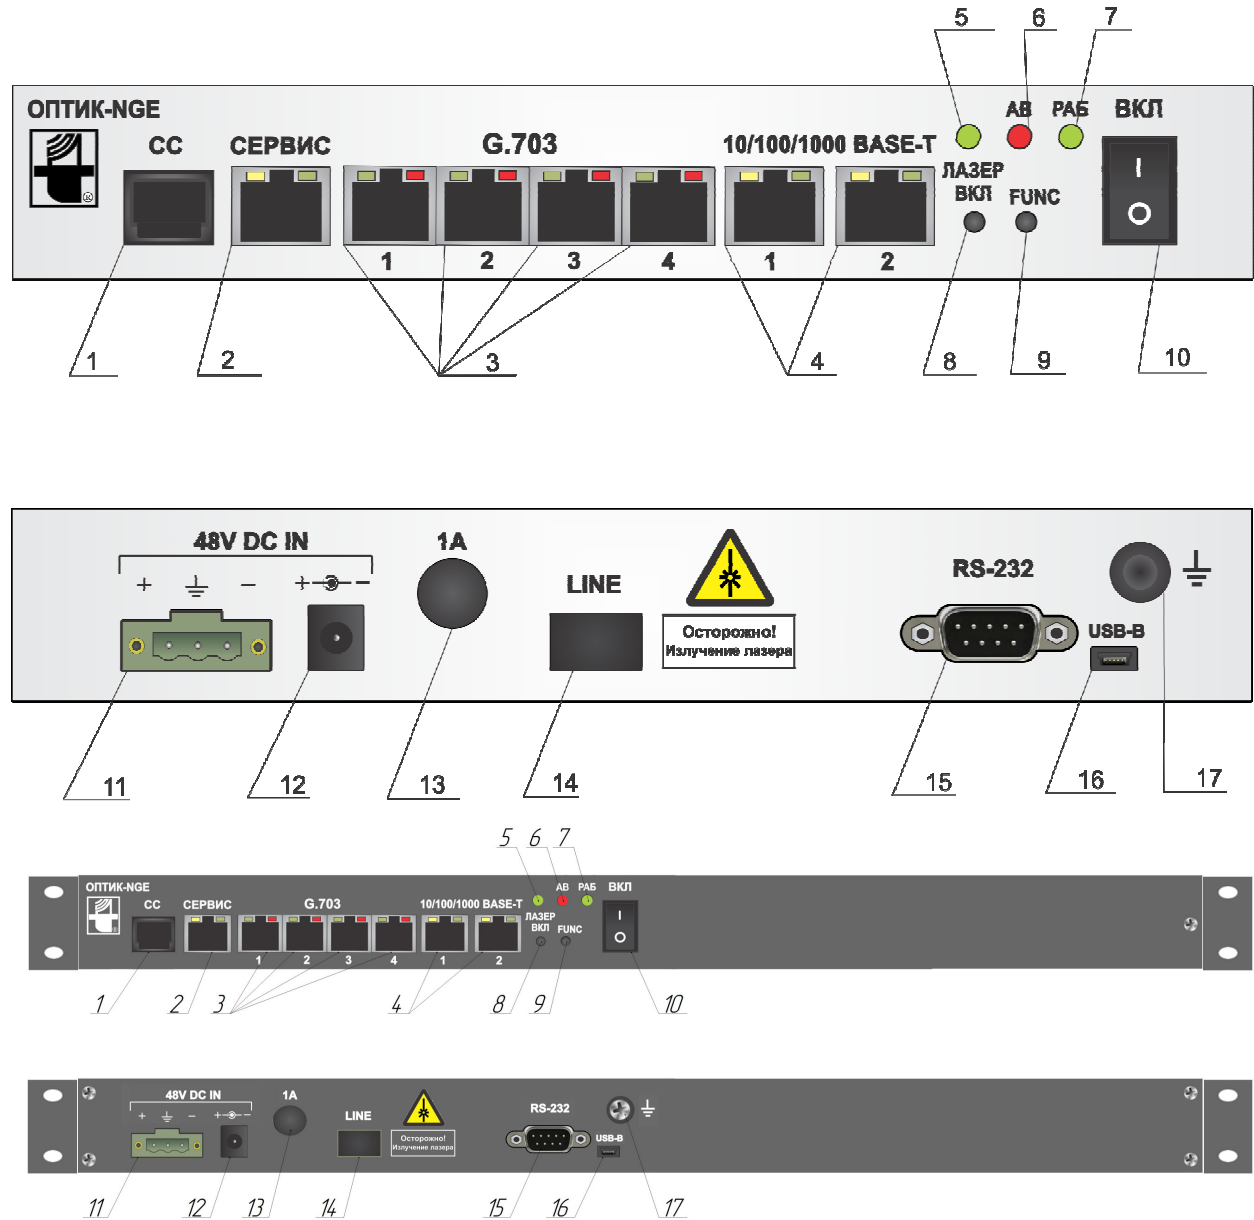

Рисунок 3 - Внешний вид лицевой и обратной стороны блока Оптик-NGE-1-4Е1
- **коммутатор** - для приема/передачи 4 внешних потоков E1 (поз.3 рис.3) коммутатор предоставляет возможность размещения их в одной из следующих 8 подгрупп 32-х первичных информационных потоков E1 с линейной стороны (поз.12 рис.3) – 1..4, 5..8, 9..12, 13..16, 17..20, 21..24, 25..28 или 29..32. Таким образом облегчается коммутирование потоков E1 при работе с оборудованием Оптик-NGE старших моделей.